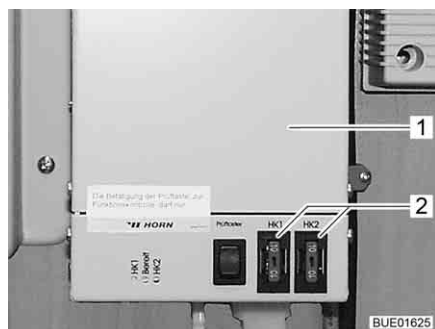

Bild 125 Regulator för avloppsledningarnas värmesystem
Säkringarna finns på regulatorm (Bild 125,1).
- Byt säkring (Bild 125,2).